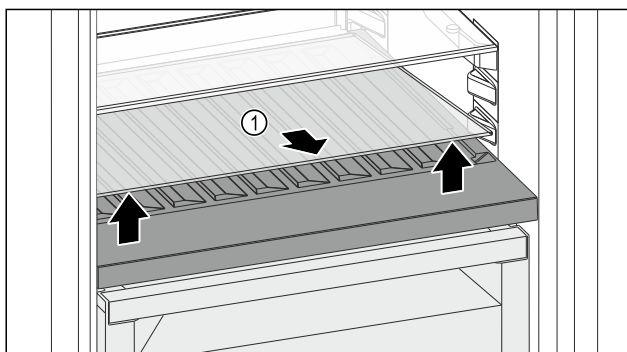

Fig. 145
- Ngrini lart përpara pllakën e xhamit Fig. 145 (1) te foleja dhe tërhiqeni jashtë.
- Ruani të sigurt pllakën e xhamit Fig. 145 (1) jashtë pajisjes.
- Vendoseni pllakën e xhamit (2) nën raftin mbajtës të ndryshueshëm të shisheve.